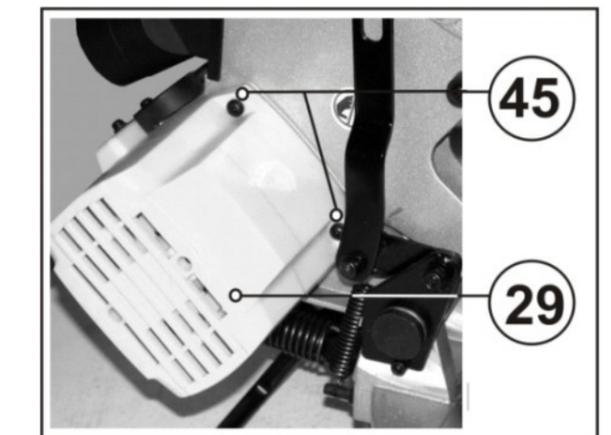

Рис.29
Вывинтите два винта (45), Рис. 29, и снимите кожух мотора (29).